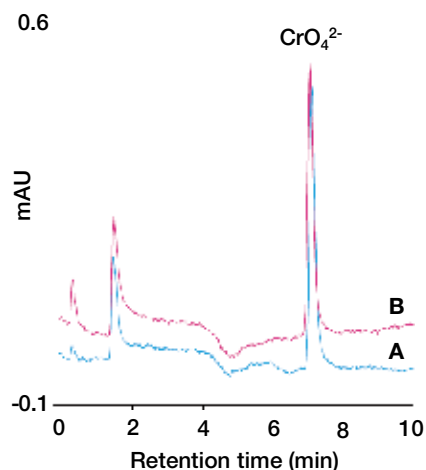

図2: セミマイクロセル (2.5 μL) を用いたときのクロム酸 (Cr(VI)) として0.1 μg/Lの測定例
図2に、吸光光度検出器セルに2.5 μLのセミマイクロセルを用いたときのCr(VI)として0.1 μg/Lのクロム酸分析結果を示します。クロム酸は7分頃に溶出します。HIWでは、クロム酸のピークはわずかに右にシフトしていますが、ピーク面積は超純水ベースのときと変わりませんでした。100 mg/Lの塩化物イオン、硫酸イオン、炭酸イオンの存在下でCr(VI) 0.005–1 μg/Lの回収率は89–103 %でした。